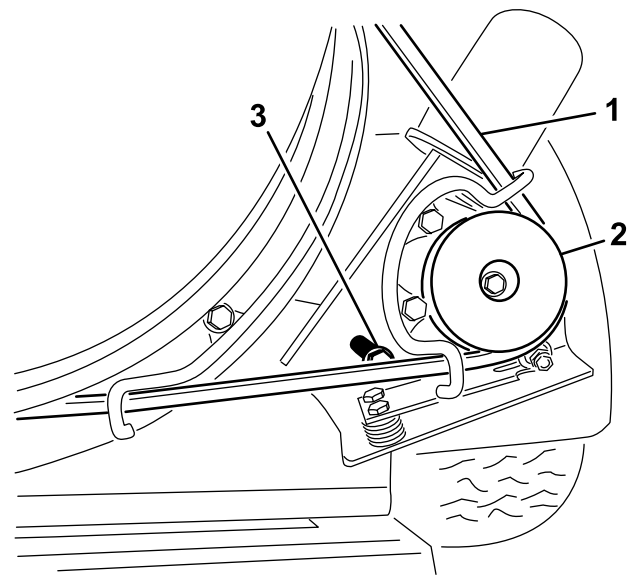

Figura 27
1. Afloje los pernos que sujetan el soporte de montaje de la polea al bastidor del soplador (Figura 27).